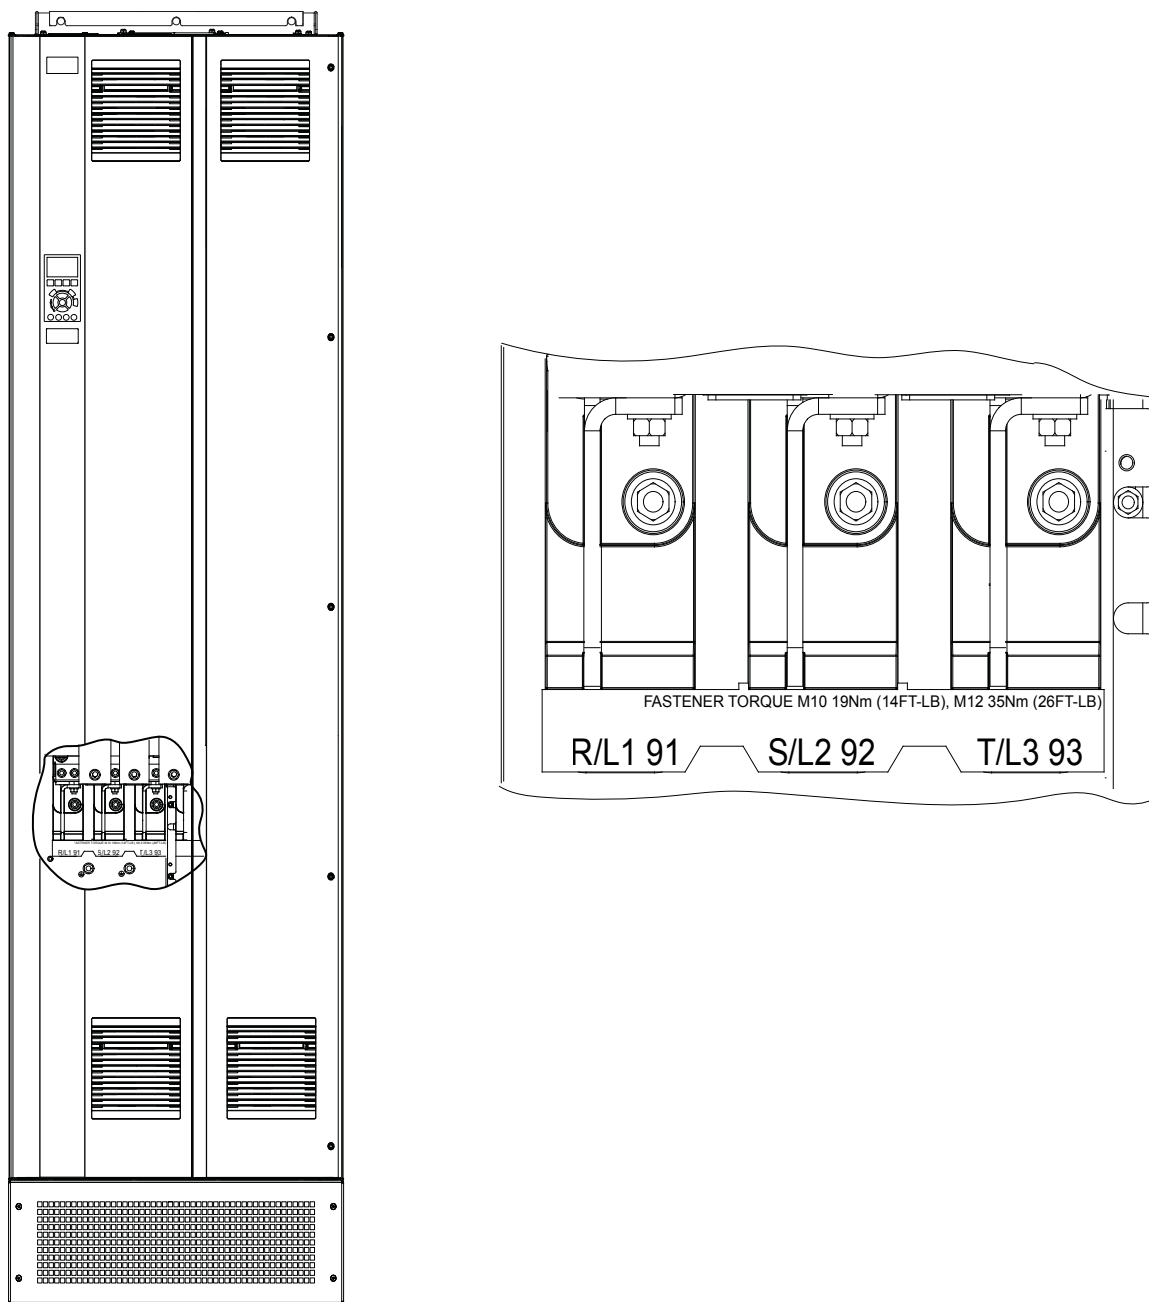

图 5.4 交流主电源端子（所示为 E1h）。有关端子的详细视图，请参考章 5.7 端子尺寸
4. 将三相交流输入电源线路连接到端子 R、S 和 T 上（请参阅图 5.4）。